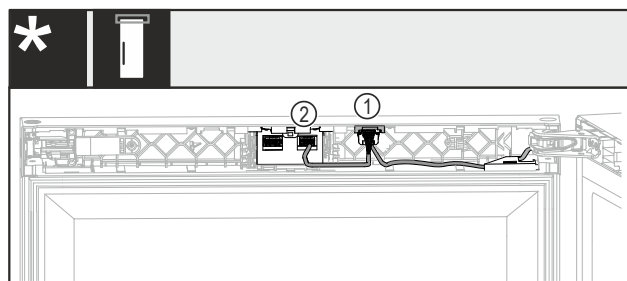

Fig. 31 Pa bravë ose me bravë mekanike
- Futni spinën me të dyja kabllot Fig. 31 (1) brenda në udhëzues.
- Kapni spinën me një kabllo Fig. 31 (2) në folenë djathtas.